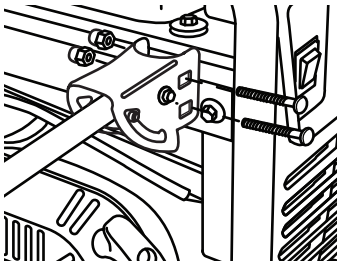

FIGURE 12 : Support de guidon au bâti
2. Maintenez le support de guidon aligné avec les trous déjà percés comme indiqué sur la Figure 12.